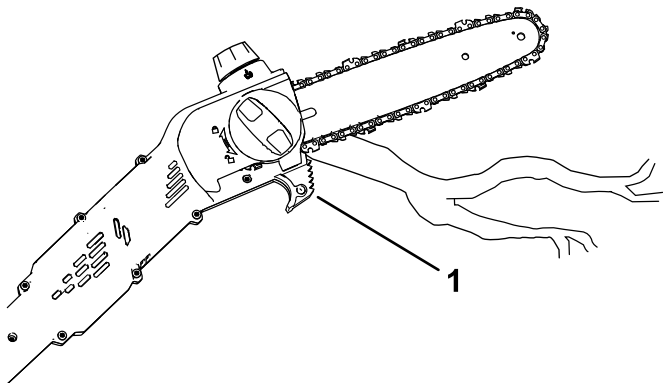

Figura 12
5. Începeți cu creanga din apropierea părții posterioare a tijei de ghidare, de lângă ghidul de tăiere; apăsați ușor fierăstrăul cu bra fix de lemn și lăsați greutatea acestuia să realizeze tăierea (Figura 12).